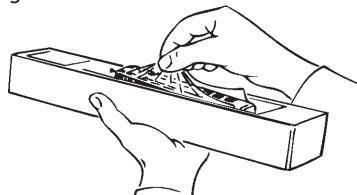

Fig. 2
**Aufrüstung:** Sie können für Ihren Fahrbetrieb unter verschiedenen Kupplungen wählen (Fig. 2). Wir empfehlen den Einsatz der ROCO-Kurzkupplung. Im beigelegten Zurüstbeutel finden Sie auch kleine vorbildgetreue Steckteile für eine erweiterte Aufrüstung Ihres Modells (Fig. 2), die Sie bitte **vorsichtig montieren**. **Achtung!** Kleben nur mit ausdrücklichem Hinweis.
**Fittings:** Operation is possible with different couplings (fig. 2). We recommend using the ROCO close coupling. In the enclosed accessory bag you will find small kits to be fitted on your locomotive. Please **mount them cautiously**.
**Les attelages:** En vue d'une exploitation pratique sur votre réseau vous pouvez choisir parmi plusieurs types d'attelages conformes aux différents systèmes d'attelage pratiqués en H0 (voir fig. 2). Nous vous recommandons l'emploi de l'**attelage court ROCO**. Le sachet joint comprend entre autres des petites pièces de finition conformes à la réalité et à **porter avec précaution** par le modéliste (fig. 2), si désiré. **Attention:** N'utilisez de la colle qu'aux endroits expressément indiqués aux dessins!